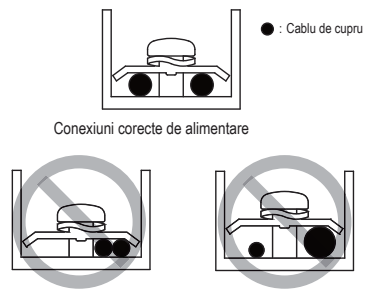

Fig. 9.2
- Nu conectați două cabluri de alimentare cu diametre diferite la aceeași bornă de alimentare (poate provoca supraîncălzirea firelor din cauza cablajului slăbit) (a se vedea fig. 9.2) 9.2).